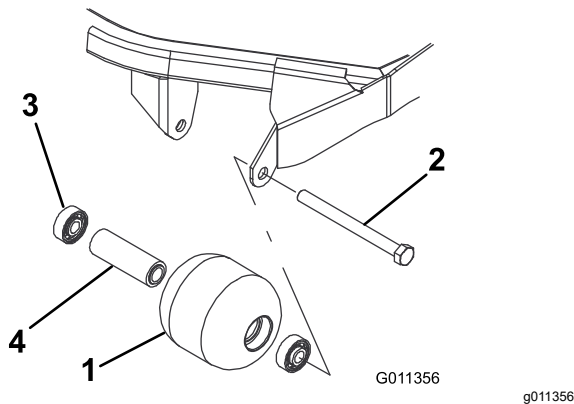

Figura 17
1. Retire o parafuso de montagem do rolo (Figura 17).
- Verifique se a estrutura dos rolamentos, os rolamentos e o espaçador de rolamentos estão danificados (Figura 17). Substitua os componentes danificados e volte a montar.
- Introduza o primeiro rolamento na estrutura do rolo (Figura 17). Empurre só a calha externa ou, então, exerça o mesmo tipo de pressão nas calhas interna e externa.
- Coloque o espaçador (Figura 17)
- Introduza o segundo rolamento na estrutura do rolo (Figura 17) exercendo o mesmo tipo de pressão nas calhas interna e externa até a calha interna entrar em contacto com o espaçador.